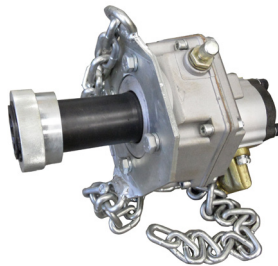

BILD 10
6. Demontera sprint från vikarmen (bild 9) och montera dit skopan (bild 10)